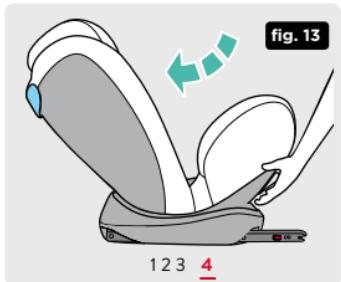

fig. 13
4. Recline el asiento tirando de la palanca de reclinado (19) hasta la posición 4 (fig. 13).